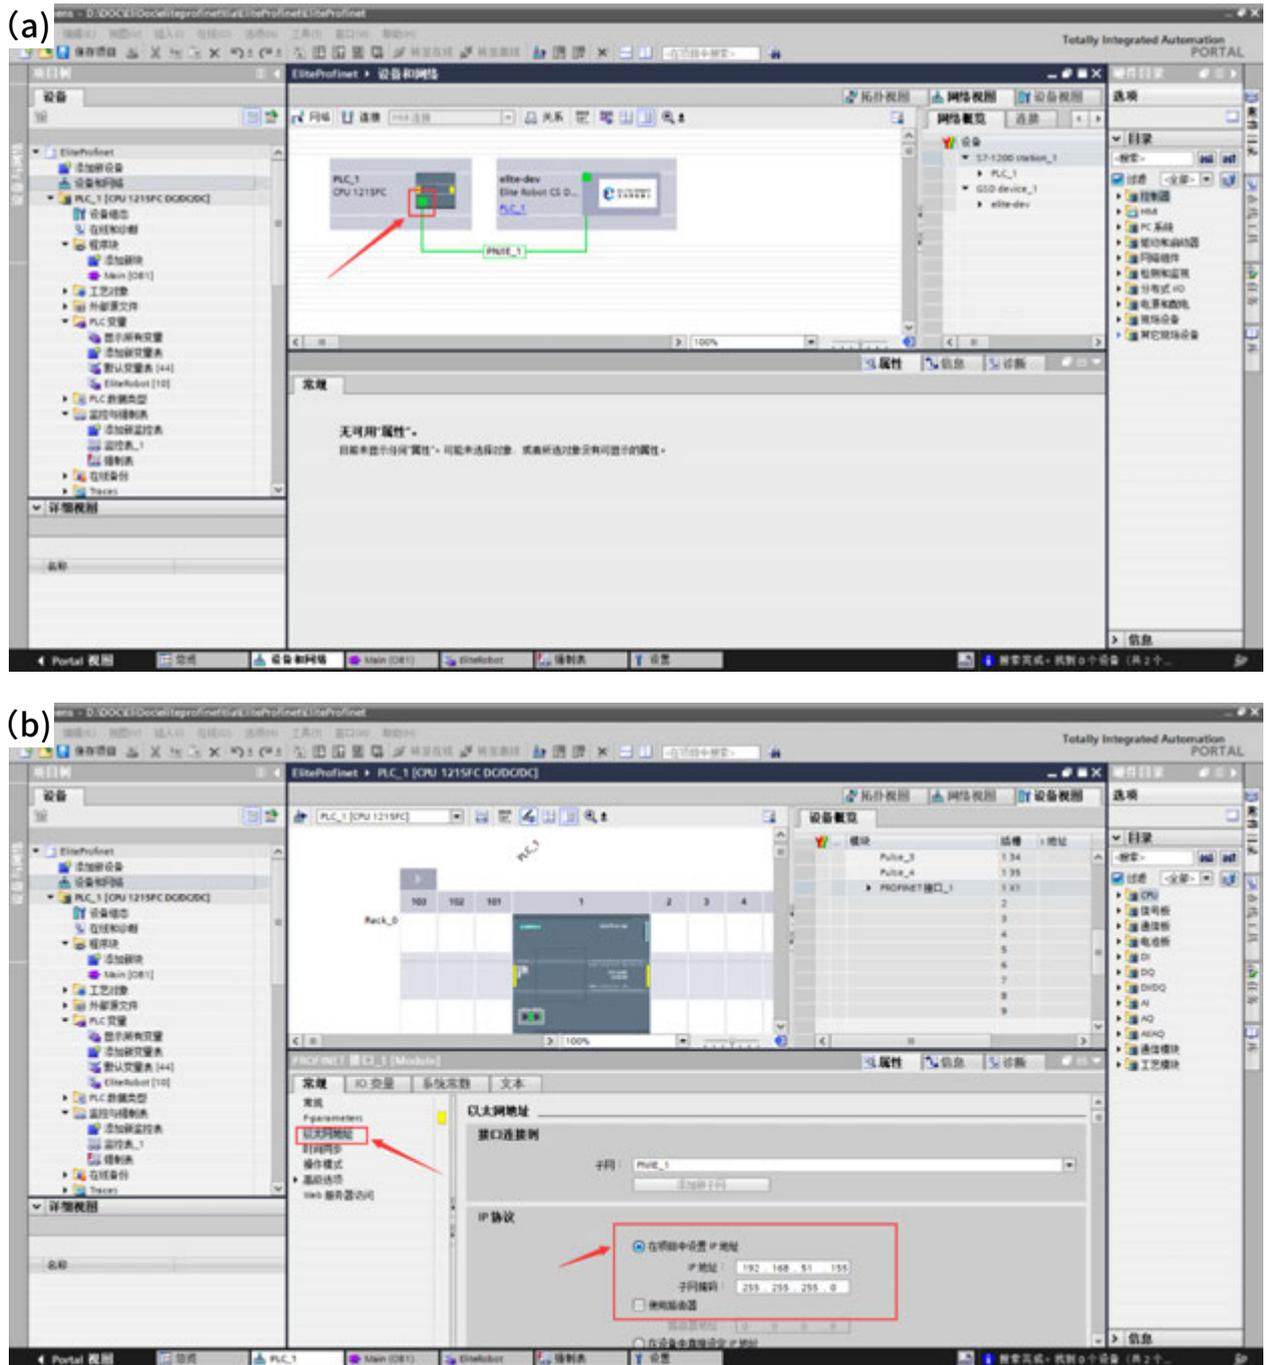

図 15-4 PLC ネットワークの設定
3) PLC ネットワークカードの設定をダブルクリックして、PLC ネットワークを設定する、注意：PLC ネットワーク IP 設定はロボット FB2 ネットワークと同じセグメントにあること、詳細は図 15-4 (a) と (b) に示す。